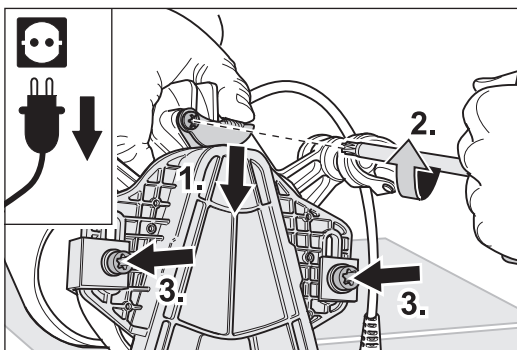

Bild 32 Håll fast FLIP på flätkåpan, tryck mot remspänningsplåten (1.) och spänn de tre skruvarna (2. och 3.).
- 6 Håll nu fast FLIP på flätkåpan och tryck samtidigt remspänningsplåten med tummen mot tillsatsen (bild 32, 1.). Spänn med den andra handen och universalnyckeln åter fast de tidigare lossade skruvarna (bild 32, 2. och 3.).